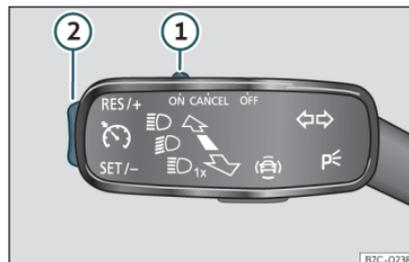

Fig. 155 Sulla leva degli indicatori di direzione: comandi per la gestione del GRA.
- Spostare il comando»» fig. 155 ① su **ON**.
- Premere il tasto»» fig. 155 ② nella parte **SET/-**.
- Spostare il comando»» fig. 155 ① su **CANCEL** o premere il freno.
- Premere il tasto >>> **fig. 155** ② nella parte **RES/+**.
Mentre il GRA viene impostato, la velocità memorizzata può essere regolata usando il tasto >>> **fig. 155** ②:
- Per aumentare a passi di 1 km / h (1 mph), premere brevemente il pulsante >>> **fig. 155** ② nella zona **RES/+**.
- Per aumentare continuamente la velocità, premere e tenere premuto il pulsante >>> **fig. 155** ② nella zona **RES/+**.
- Per ridurre a passi di 1 km / h (1 mph), premere brevemente il pulsante >>> **fig. 155** ② nella zona **SET/-**.
- Per ridurre continuamente la velocità, premere e tenere premuto il pulsante >>> **fig. 155** ② nella zona **SET/-**.
- Spostare il comando >>> **fig. 155** ① su **OFF**.